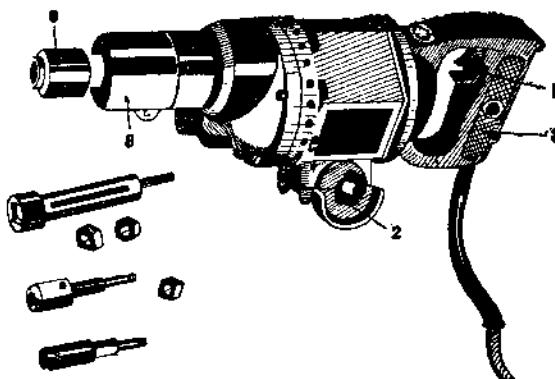

Рис. 64. Ключ-отвертка.
Механизм управления состоит из переключателя, выключателя и рукоятки. Выключатель (1) куркового типа помещен в верхней части рукоятки, включает мотор для работы нажимом указательного пальца на собачку куркового выключателя (рис. 64).